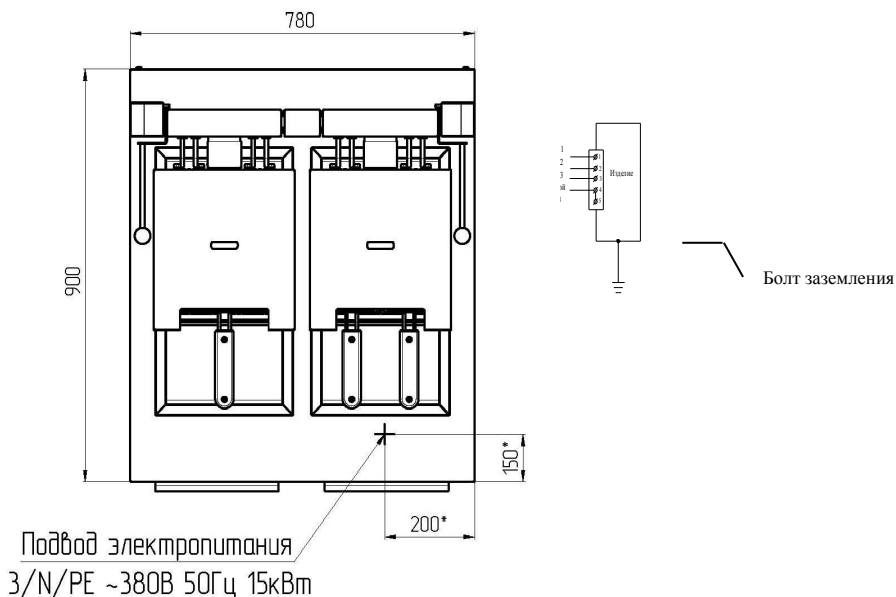

Рис. 2
1.5. Электропитание подводится на блок зажимов на сетевой колодке (см. раздел 5, Рис. 2) от распределительного щита через автоматический выключатель.